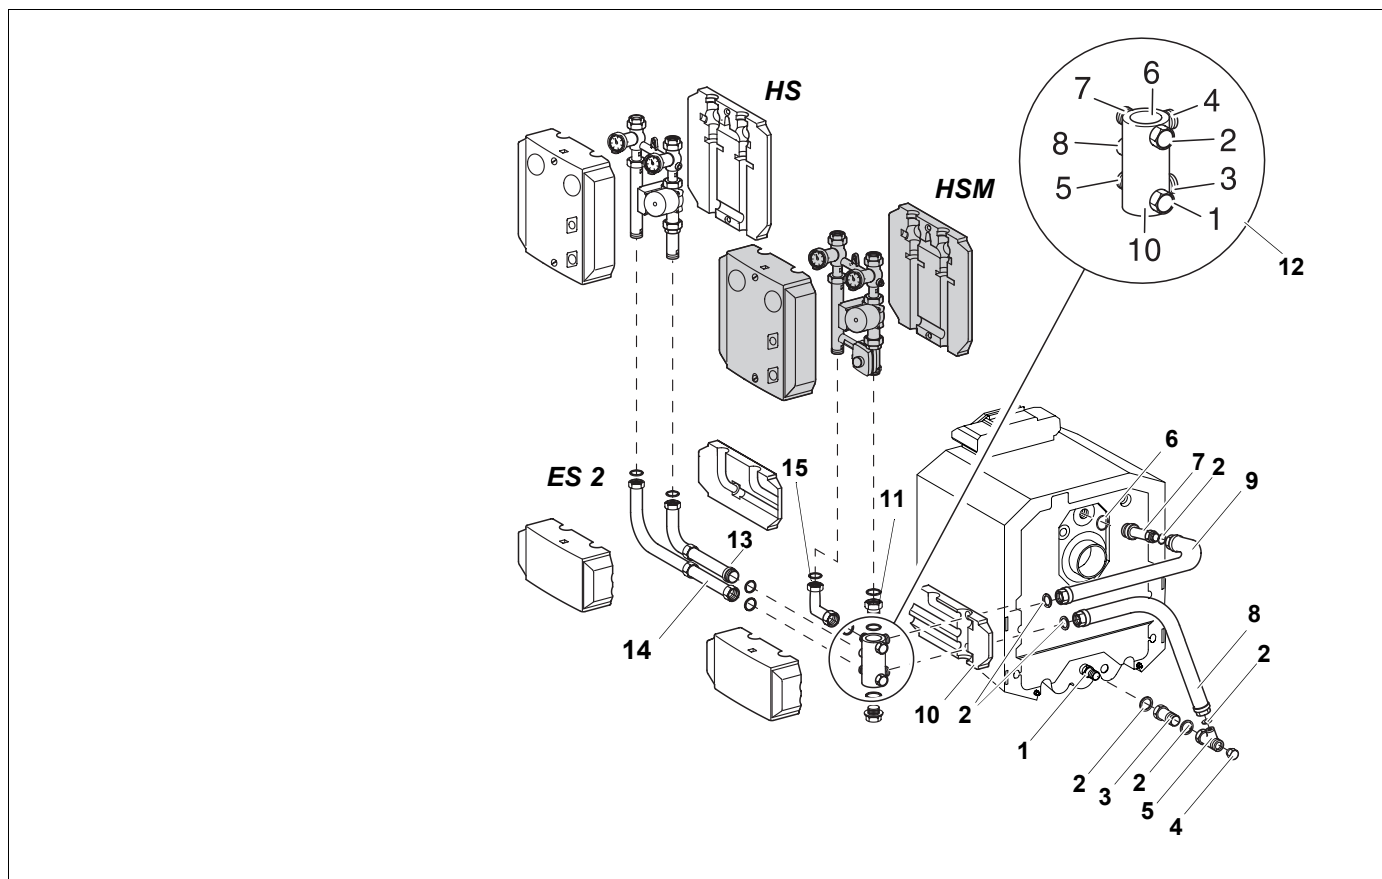

Рис. 9 Боковое подключение, правое параллельное исполнение
Экспликация к рис. 9
Нумерация подключений на встроенном многофункциональном коллекторе должна обязательно совпадать с нумерацией на рис. 9, иначе не совместятся друг с другом штуцеры подающей и обратной линий со стороны котла и со стороны отопительного контура!
- Приложить трубу обратной линии (8) к боковому отводу тройника (5) так, чтобы длинная сторона была направлена вниз, вложить уплотнение и скрутить их.
- Короткую сторону трубы обратной линии (8) выровнять в горизонтальном положении и прикрутить удлинительный элемент (3) и тройник (5).
- Прикрутить сзади к тройнику (5) торцевую крышку (4).
- Вырезать теплоизоляцию (10) и надеть на трубы подающей и обратной линий
- Присоединить отвод N 4 многофункционального коллектора (12) к трубе подающей линии.
- Вкрутить переходник (11) с кольцом сверху в отвод N 6 многофункционального коллектора.
- Установить уплотнения в уголок (15) и прикрутить его длинной стороной к отводу N 7 многофункционального коллектора. Отвод уголка (15) должен быть направлен вверх.
- Установить уплотнения в переходник (11) и в уголок (15).
- Установить комплект подключения отопительного контура со смесителем (HSM) или без смесителя (HS) в соответствии с рис. 9.